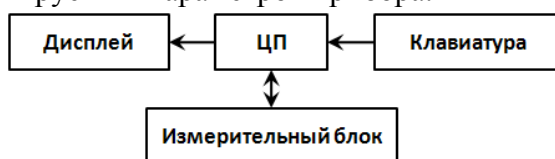

Рис. 2 – Структурная схема интерфейсного блока Ф2-41
- 6.1.2 Структурная схема интерфейсного блока приведена на Рис. 2. Программное обеспечение интерфейсного блока может быть обновлено независимо от программного обеспечения измерительного блока и не влечет за собой изменений нормируемых параметров прибора.